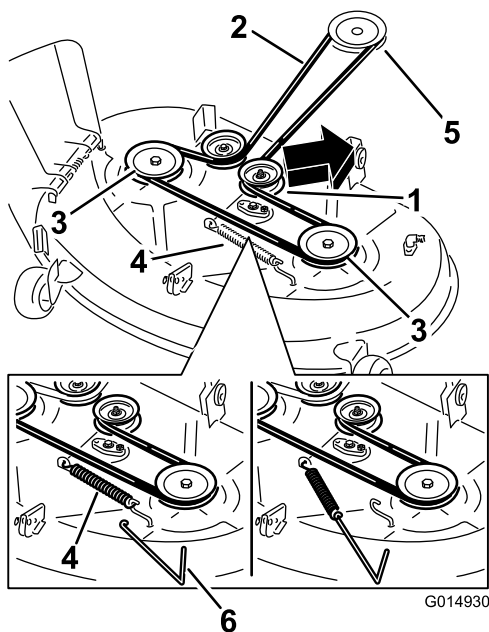
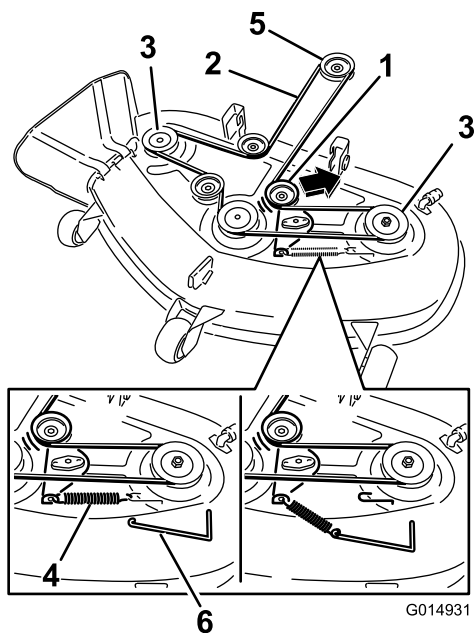

Figure 65
Figure 66
4. À l'aide d'un outil de dépose de ressort (réf. Toro 92-5771), décrochez le ressort du crochet sur le tablier de tension et déchaussez la courroie des poulies (Figure 65 et Figure 66).
- À l'aide d'un outil de dépose de ressort (réf. Toro 92-5771), accrochez le ressort au crochet situé sur le tablier, ce qui a pour effet d'exercer une tension sur la poulie de tension et la courroie du tablier de coupe (Figure 65 et Figure 66).
- Acheminez la courroie neuve autour de la poulie du moteur et des poulies du tablier de coupe (Figure 66).